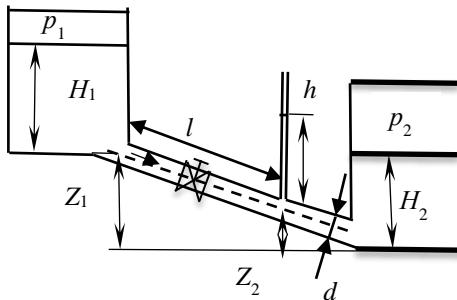

Рис. 8.6
8.13. Определить, каким должно быть давление p_1 над свободной поверхностью топлива в левом баке (рис. 8.6), чтобы оно перетекало с расходом $Q = 12$ л/мин, если уровень топлива в левом баке $H_1 = 6$ м, уровень топлива в правом баке $H_2 = 3$ м, $z_1 = 5$ м, $z_2 = 2$ м, диаметр трубы $d = 100$ мм; длина трубопровода 10 м; коэффициент сопротивления вентиля $\xi_{\text{вент}} = 1,2$; коэффициенты сопротивления входу и выходу из трубопровода $\xi_{\text{вх}} = \xi_{\text{вых}} = 0,8$; шероховатость трубы — 0,04 мм. Давление над свободной поверхностью топлива в правом баке $p_2 = 105$ кПа. Плотность топлива 880 кг/м³, кинематический коэффициент вязкости топлива $v = 180$ сСт.
8.14. Определить, каким должно быть давление p_2 над свободной поверхностью топлива в правом баке (рис. 8.6), чтобы оно перетекало с расходом $Q = 12$ л/мин, если уровень топлива в левом баке $H_1 = 5$ м, уровень топлива в правом баке $H_2 = 3$ м, $z_1 = 5$ м, $z_2 = 2$ м, диаметр трубы $d = 100$ мм; длина трубопровода 12 м; коэффициент сопротивления вентиля $\xi_{\text{вент}} = 1,2$; коэффициенты сопротивления входу и выходу из трубопровода $\xi_{\text{вх}} = \xi_{\text{вых}} = 0,8$; шероховатость трубы — 0,04 мм. Давление над свободной поверхностью топлива в левом баке $p_1 = 110$ кПа. Плотность топлива 850 кг/м³, кинематический коэффициент вязкости топлива $v = 160$ сСт.
8.15. Определить, каким должен быть уровень топлива в левом баке H_1 (рис. 8.6), чтобы оно перетекало с расходом $Q = 10$ л/мин, если уровень топлива в правом баке $H_2 = 3$ м, $z_1 = 5$ м, $z_2 = 2$ м, диаметр трубы $d = 80$ мм; длина трубопровода 12 м; коэффициент сопротивления вентиля $\xi_{\text{вент}} = 1,2$; коэффициенты сопротивления входу и выходу из трубопровода $\xi_{\text{вх}} = \xi_{\text{вых}} = 0,8$; шероховатость трубы — 0,04 мм. Давление над свободной поверхностью топлива в правом баке $p_2 = 105$ кПа. Плотность топлива 880 кг/м³, кинематический коэффициент вязкости топлива $v = 180$ сСт.
8.16. Определить, каким должен быть уровень топлива в правом баке H_2 (рис. 8.6), чтобы оно перетекало с расходом $Q = 10$ л/мин, если уровень топлива в левом баке $H_1 = 4$ м, $z_1 = 3$ м, $z_2 = 1$ м, диаметр трубы $d = 80$ мм; длина трубопровода 8 м; коэффициент сопротивления вентиля $\xi_{\text{вент}} = 1,2$; коэффициенты сопротивления входу и выходу из трубопровода $\xi_{\text{вх}} = \xi_{\text{вых}} = 0,8$; шероховатость трубы — 0,04 мм. Давление над свободной поверхностью топлива в левом баке $p_1 = 110$ кПа, давление p_2 над свободной поверхностью топлива в правом баке $p_2 = 105$ кПа.